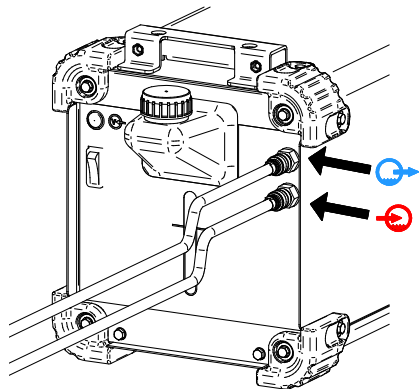

Рис. 7.
- Подсоедините шланги системы охлаждения к впускному штуцеру водоохладителя [5] и выходному разъему [4] (Рисунок 7).
- Подсоедините шланги водяного охладителя – Рисунок 7.